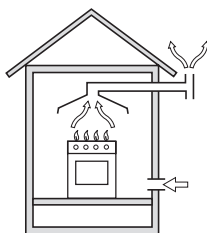

Рис. 1. Прямая вытяжка
- а) Помещение должно иметь вентиляционную систему, достаточную для удаления продуктов сгорания. Это может быть вытяжка или электрический вентилятор, который автоматически включается при работе вытяжки (Рис. 1).